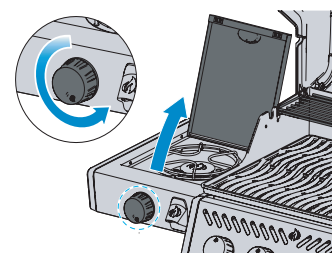

Рис. 2
5. Если горелка не зажигается, поверните ручку горелки в положение «Выкл» по часовой стрелке и подождите 5 минут. Повторите шаг 3 и шаг 4. (Рис. 2)